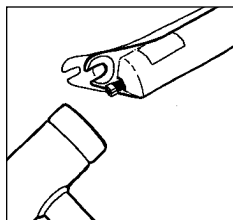

Fig. 5
3. Lösen Sie die Schafschrauben mit einem 6 oder 8 mm Inbus-Schlüssel ein Stück, schlagen Sie kräftig mit einem Hammer auf die Schrauben, um sie vom unteren Rohr loszubrechen (siehe Abb. 5), und entfernen Sie die Schrauben vollständig. Wenn Sie den Schaftbolzen abnehmen, Luft ... aus dem offenen ... bad aus dem unteren Rohr. Verwenden Sie einen Lappen zum Auffangen des ... ls.